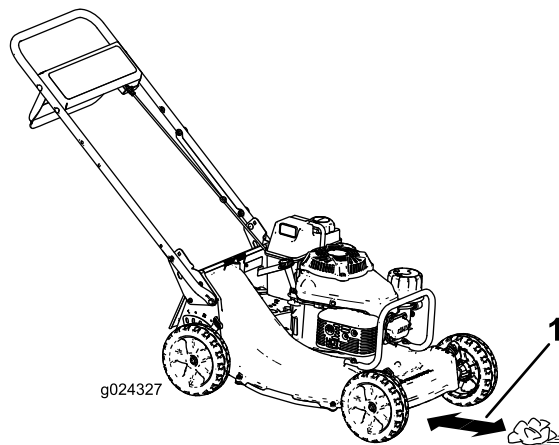

Figura 18
4. Coloque la bola de papel de periódico a unos 13 cm por delante de la máquina (Figura 18).